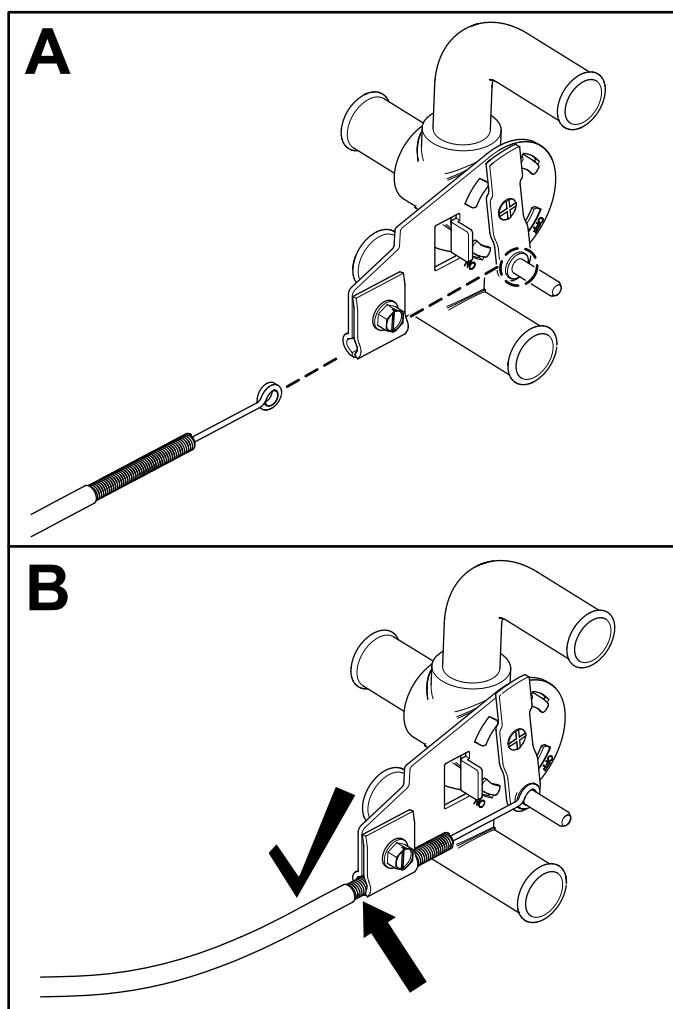

Figura 9
9. Certifique-se de que a válvula da água está na posição média e conecte-a à outra extremidade do cabo de controle **Figura 9**.